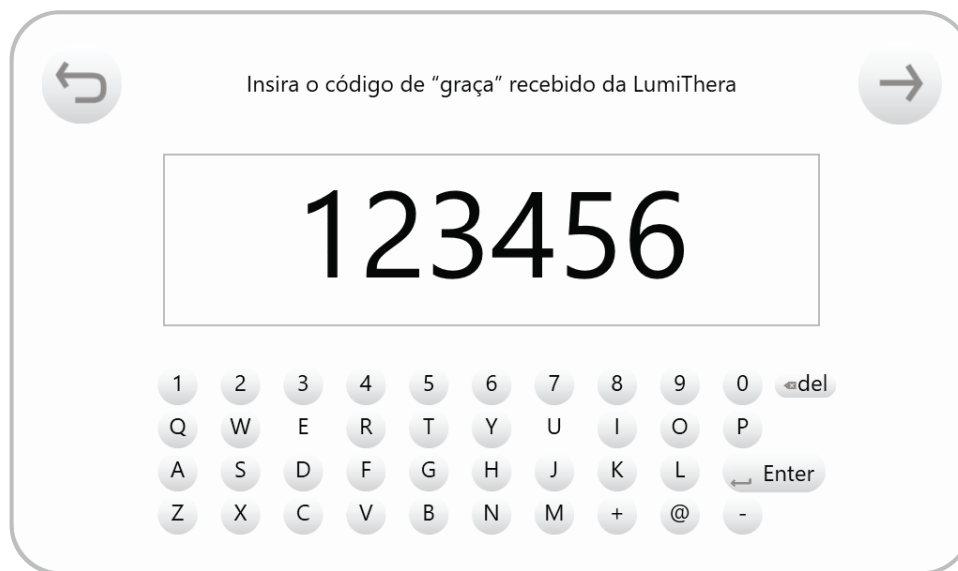

FIGURA 21
- Introduza o código no Valeda e pressione o botão «Continuar» → para prosseguir (Figura 21).